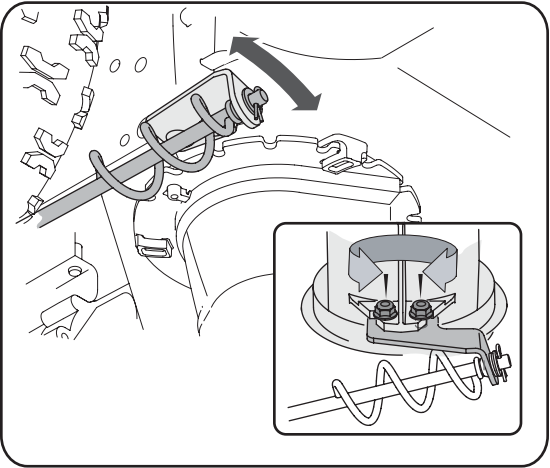

Figure 5-5
1. Desserrez les deux écrous qui maintiennent le support de la goulotte et ajustez légèrement la position de celui-ci. Voir la Figure 5-5.